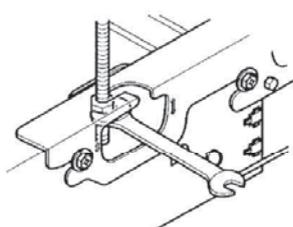

Fig. 8
- Inserire la chiave nell'apertura della staffa di supporto. (Fare riferimento alla Fig. 8)